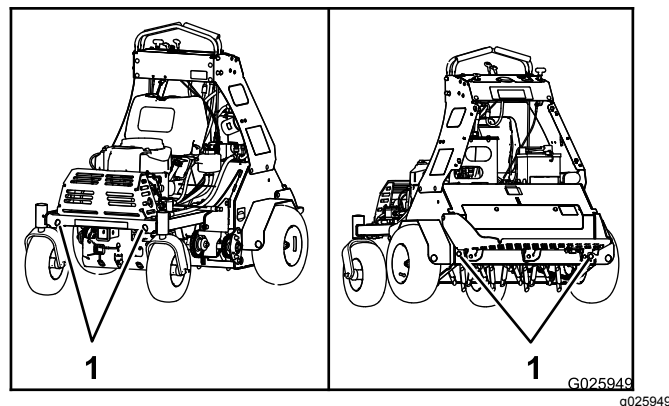

Figura 29
7. Utilice los puntos de amarre de la máquina para sujetar la máquina firmemente al remolque o al camión con correas, cadenas, cables o cuerdas (Figura 29).